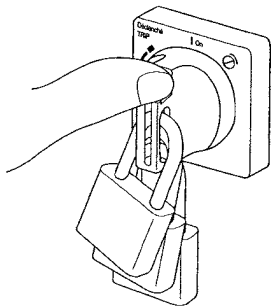

fig. 75
2. Assicurarsi che nei cavi di alimentazione di potenza (cavi motore) non sia presente tensione, ponendo il sezionatore di linea in posizione "O" oppure "OFF", provvedendo se disponibile alla sua chiusura con lucchetto, ovvero apponendovi il cartello segnaletico di divieto di manovra (fig. 75).